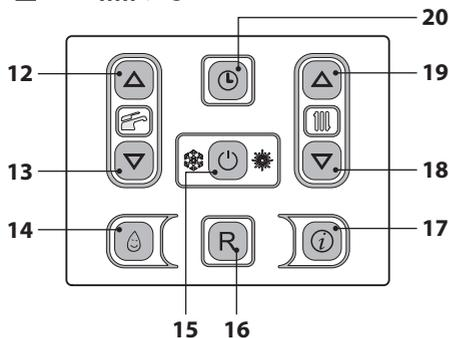

Figura 2.5
Entrare in "modalità programmazione" tenendo premuto per 5 secondi il tasto 20 (Figura 2.5) fino a far apparire sul display il simbolo (⌚).
Agendo sui tasti 18 (diminuzione) e 19 (aumento) Figura 2.5 è possibile impostare i valori di ora, giorno e data, agendo sui tasti 12 e 13 è possibile passare da un parametro all'altro.
- Tenere premuto per 2 secondi il tasto 15 fino a far apparire sul display entrambe i simboli  e  Figura 2.5.